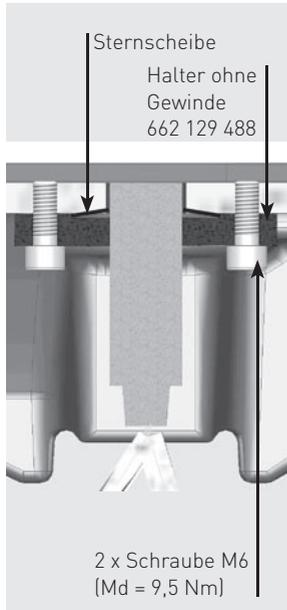
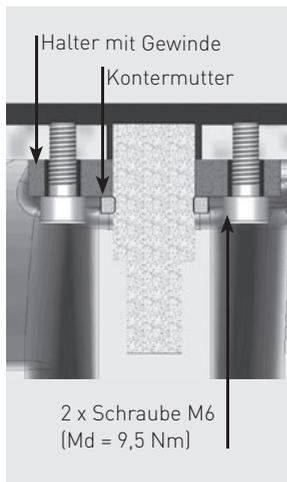

Abbildung 8.1
Abbildung 8.2
- Sensor ZSZ (blau) auf Schlosstück mit beiliegenden mikroverkapselten Schrauben (2x M4 – Anzugsmoment: 2,0 Nm) schrauben. Wichtig: Das Kabel vom Sensor SH (grau) zum Sensor ZSZ (blau) muss unter dem Riegel (entlang der Kupplungsplatte) verlegt werden (siehe Abbildung 8.1).
- Gegenplattensensor befestigen mit Halter, Sternscheibe und 2x Schraube M6. Wichtig: Sensor muss eben zu Kupplungsplatte abschließen! (siehe Abbildung 8.1 und 8.2) Bei Ausführung mit Gewinde am Sensor Gegenplatte (siehe Abbildung 8.2) ist der Halter mit der Nummer 662 129 195 zu verwenden. Statt der Sternscheibe ist der Sensor mit der Kontermutter zu fixieren.